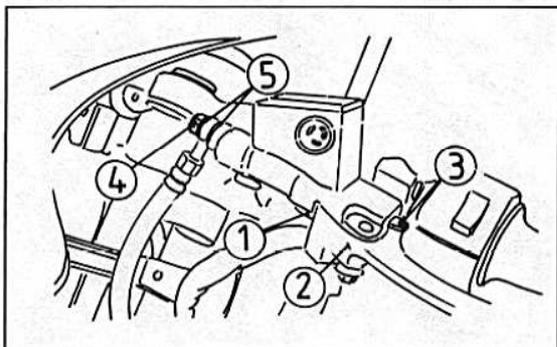

Bild 174
- Die Staubmanschette mit dem Druckstück (leicht gefettet) montieren (Bild 174).